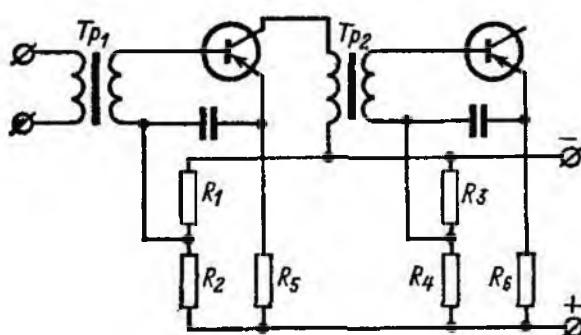

Рис. 88. Схема трансформаторной связи между двумя каскадами (транзисторы включены по схеме с ОЭ). Сигнал на первый каскад подается также через трансформатор.
**Л.** — Трансформаторная схема связи транзисторов не отличается от аналогичной ламповой схемы. Как ты видишь, я изобразил здесь (рис. 88) два транзистора, включенных по схеме с ОЭ. Трансформатор  $T_{p1}$  служит для подачи сигнала